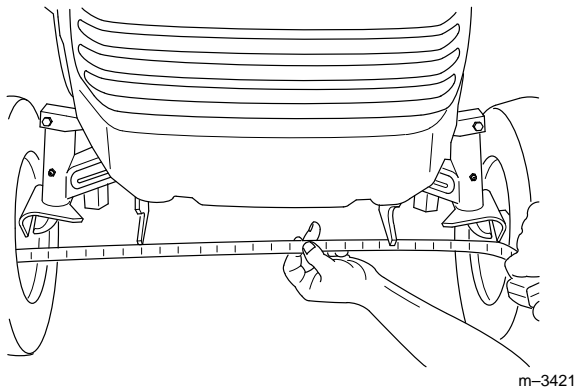

Figure 42
Le maintien d'un pincement correct des roues avant est important pour la sécurité, le ralentissement automatique Smart Turn™ dans les tournants et la facilité d'emploi. Un réglage peut être nécessaire si les pneus s'usent de manière irrégulière, s'ils abîment la pelouse ou si la direction est dure. Contrôler le pincement toutes les 100 heures de service ou une fois par an, selon ce qui se présente en premier (Fig. 42).
4. Mesurer la distance entre les deux pneus avant à la hauteur des fusées, à l'avant et à l'arrière des roues (Fig. 42).